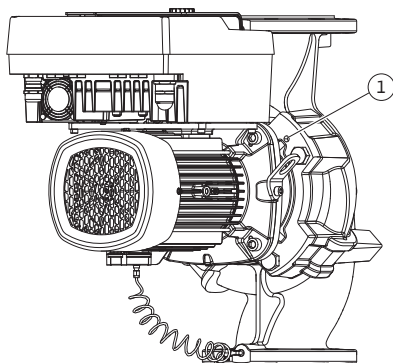
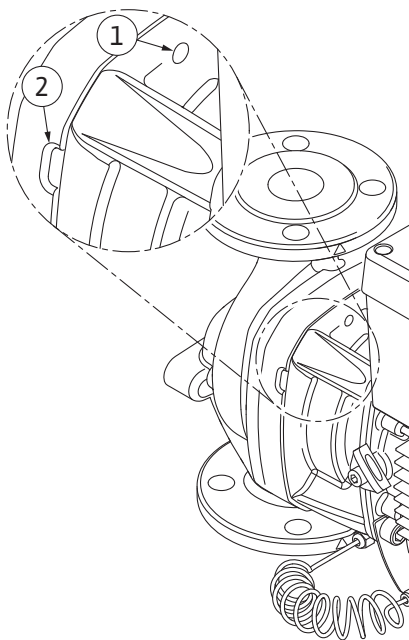

Fig. 108: Insteekset er via draadboringen af-drukken
Fig. 109: Draadboringen en spleten om de in-steekset van het pomphuis los te drukken
11. Draai de schroef (Fig. I/III, pos. 10, Fig. II/IV, pos. 29) los die het fixatieplaatje van de verschildruksensor op zijn plaats houdt. Trek de verschildruksensor (Fig. I, pos. 8) met het fixatieplaatje naar de zijkant en laat het aan de drukmeetleidingen (Fig. I, pos. 7) hangen. Maak de aansluitkabel van de DDG in de elektronicamodule of aan de steekverbinding los en trek de kabel los.
12. Maak voor pomptype (Fig. III, IV) de schroeven pos. 29 los. Gebruik de twee draadboringen (Fig. 108, pos. 1) die ernaast liggen en gebruik geschikte schroeven (niet inbegrepen, bijv. M10 x 25 mm). Druk de insteekset los van het pomphuis. Gebruik voor pomptype (Fig. I en Fig. II) de twee draadboringen M10 (zie Fig. 108) en gebruik geschikte schroeven (niet inbegrepen, bijv. M10 x 20 mm). Voor het losdruken kunnen ook de spleten (Fig. 109, pos. 2) worden gebruikt. Plaats daarvoor bijvoorbeeld twee schroevendraaiers en gebruik ze als hefboom. Na ca. 15 mm afdrukweg wordt de insteekset niet meer in het pomphuis geleid.